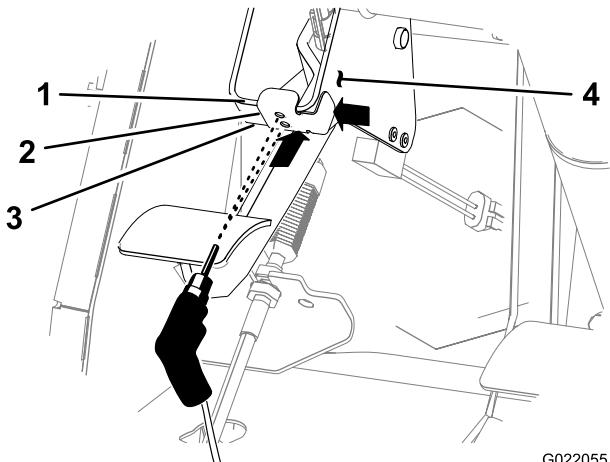

Figura 2
1. Alinee la plantilla de perforación con el borde superior, la cara, el borde inferior y el lado derecho del soporte del pedal del embrague (Figura 2).
2. Usando la plantilla de perforación como guía, perfore 2 taladros (5/16 pulgada) a través de la cara del soporte (Figura 2).